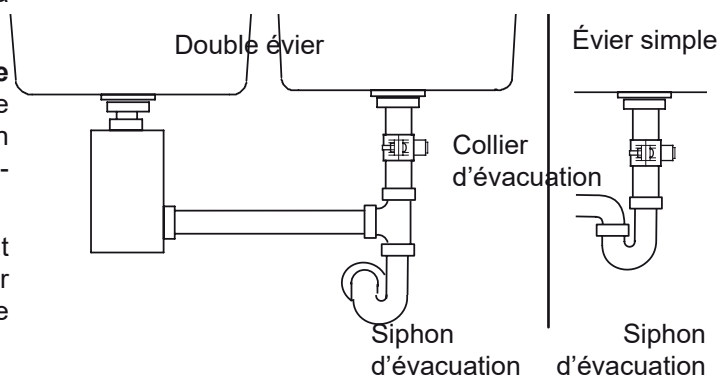

FIG. 8
- **Installer le collier d'évacuation fourni avec votre appareil** (cf Fig. 8 & 10). Celui-ci est à installer dans le cas d'une installation sous évier. Le collier d'évacuation est installé sur le tuyau d'évacuation du robinet au-dessus du siphon. Cf Fig. 9.
Le collier d'évacuation fourni avec l'osmoseur est conçu pour s'adapter à un tuyau d'évacuation de 3.8 cm de diamètre. Dans les étapes qui suivent, vous allez installer le collier d'évacuation au dessus (en amont) du siphon d'évacuation Cf Fig. 8. Assurez-vous de respecter les exigences locales en matière de plomberie.